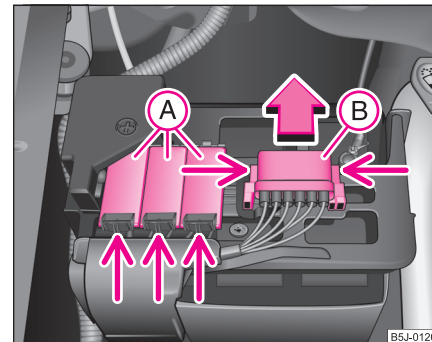

Abb. 169 Batterie:
- Drücken Sie auf die Verrastungen der Sicherungsabdeckungen (A) ⇒ Seite 251, Abb. 169 und klappen Sie die Abdeckungen auf.
- Drücken Sie die Verrastungen der Sicherungsabdeckung (B) gleichzeitig zusammen und schieben Sie die Abdeckung in Pfeilrichtung heraus.
- Einige Fahrzeuge sind nur mit der Abdeckung (B) ausgestattet ⇒ Seite 251, Abb. 169. ■